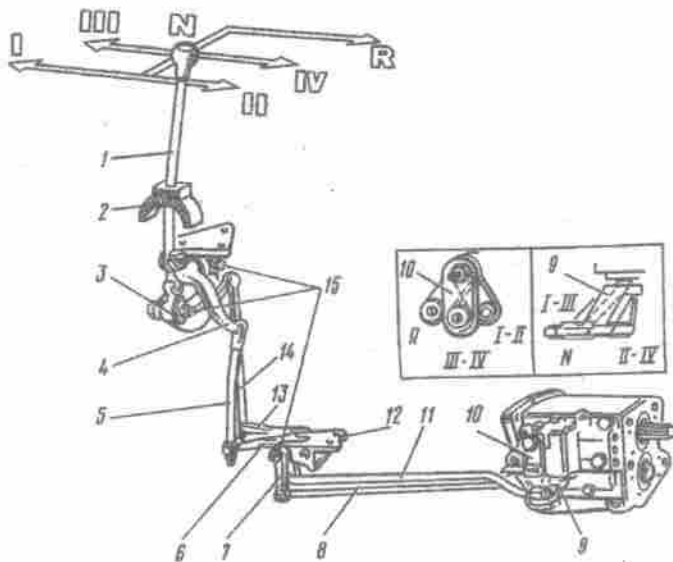

Bild 96. Betätigung der Gangschalteinrichtung:
1. Zugstange 8 und 11 (Bild 96) von Hebeln 9 und 10 lösen.